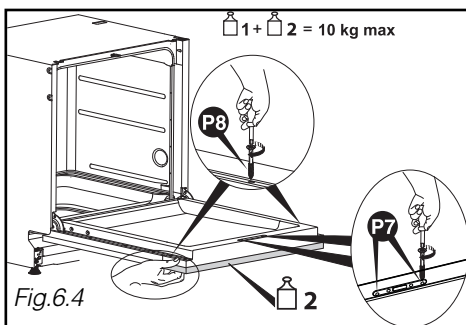

Fig. 6.4
- Abrir a porta da máquina de lavar roupa mantendo a falsa gaveta na porta. Centrar o painel de madeira lateralmente, se for necessário, em relação ao painel da porta. Pôr os 2 parafusos **P7** e 2 parafusos **P8** (Fig. 6.4).